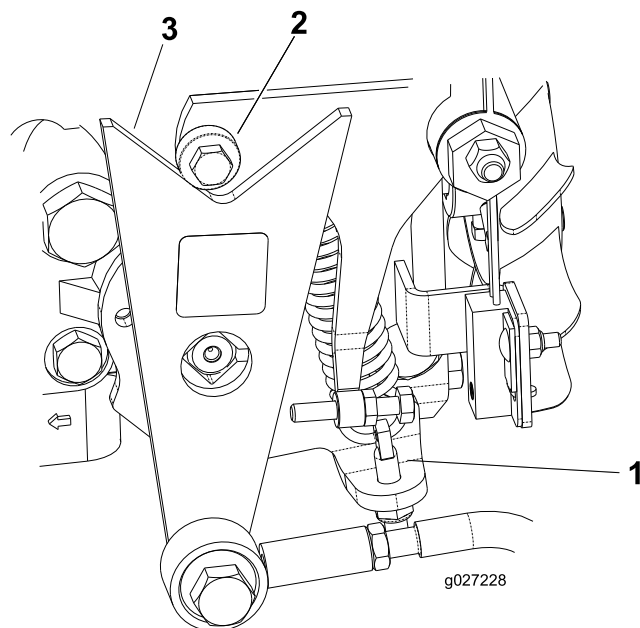

Figura 43
- Si las ruedas giran en la dirección correcta, pare el motor y ajuste la contratuerca del pasador de ajuste del muelle (Figura 43). Ajuste la posición de punto muerto de la tracción; consulte Ajuste del punto muerto de la transmisión de tracción (página 35).